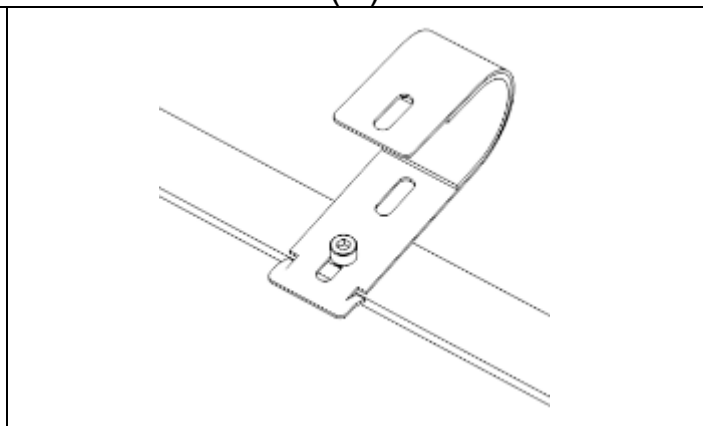

Bild 5
- Befestigen Sie den Haken (D) mit Schraube M8x20 (G) am Panel (Bild 5). Sichern Sie die Schraube mit einer Sechskantmutter (E).
- Wiederholen Sie die obigen Schritte für den anderen Haken (D).
- Stecken Sie den Teleskopteil des Rückbeins in den unteren Teil (Bild 5).